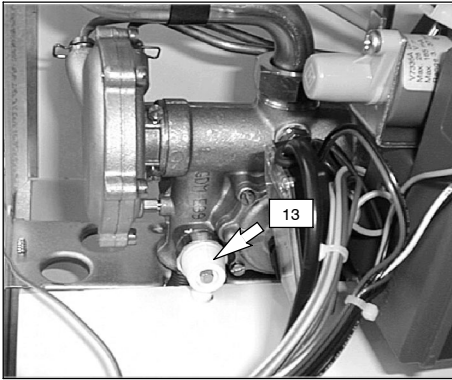
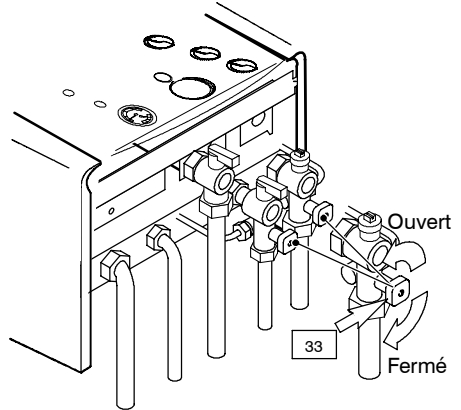
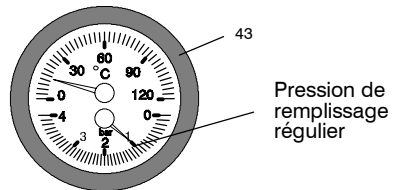

Fig. 4.5
Fig. 4.7
Fig. 4.8
8 Desserrer le purgeur manuel (13 – Fig. 4.5).
11 Ouvrir lentement les robinets de remplissage (33 – Fig. 4.7) du circuit de chauffage et fermer le robinet du purgeur manuel (13 – Fig. 4.5) lorsqu'il commencera à sortir de l'eau de celui-ci.
12 Remplir le circuit de chauffage jusqu'à ce que le thermomanomètre (43) se trouve sur la position indiquée sur la Fig. 4.8 puis fermer les robinets de charge (33 – Fig. 4.7).
- 17 Compléter le remplissage jusqu'à ce que la valeur du thermomanomètre (43) corresponde à celle de la Fig. 4.8 puis refermer les robinets de remplissage.